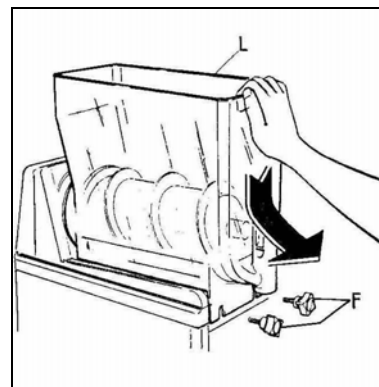

Fig. 2
- **D**évisser et retirer les boutons (fig.2).
- **A**baisser doucement le bac comme indiqué sur la figure 2 et le tirer simultanément vers l'extérieur pour le libérer de son logement.